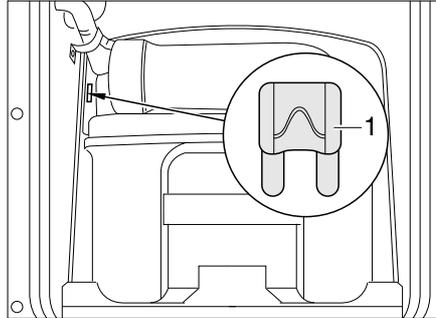
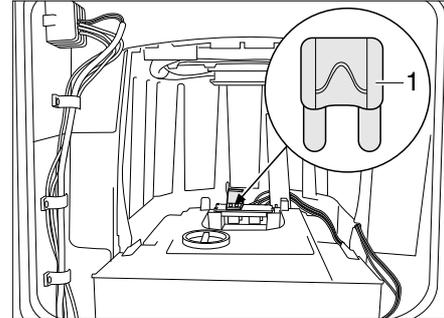

Bild 174 Sicherung der Thetford-Toilette
Bild 175 Sicherung der Thetford-Toilette (Alternative)
- Die Sicherung (Bild 174,1 bzw. Bild 175,1) wechseln.